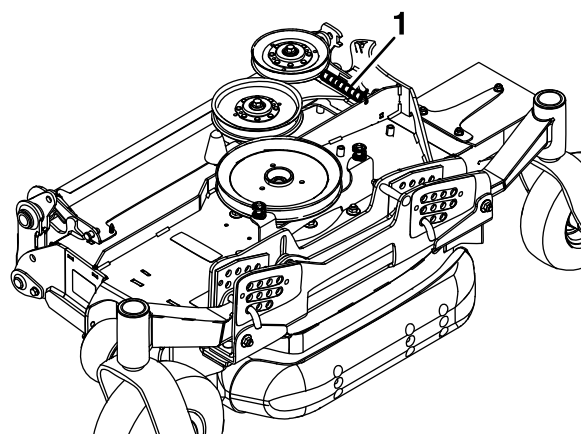

Figura 86
23. Para facilitar la instalación de las carcasas laterales, retire cuidadosamente el extremo expuesto del muelle que aplica presión a la parte trasera de la cubierta de la carcasa lateral (Figura 86).